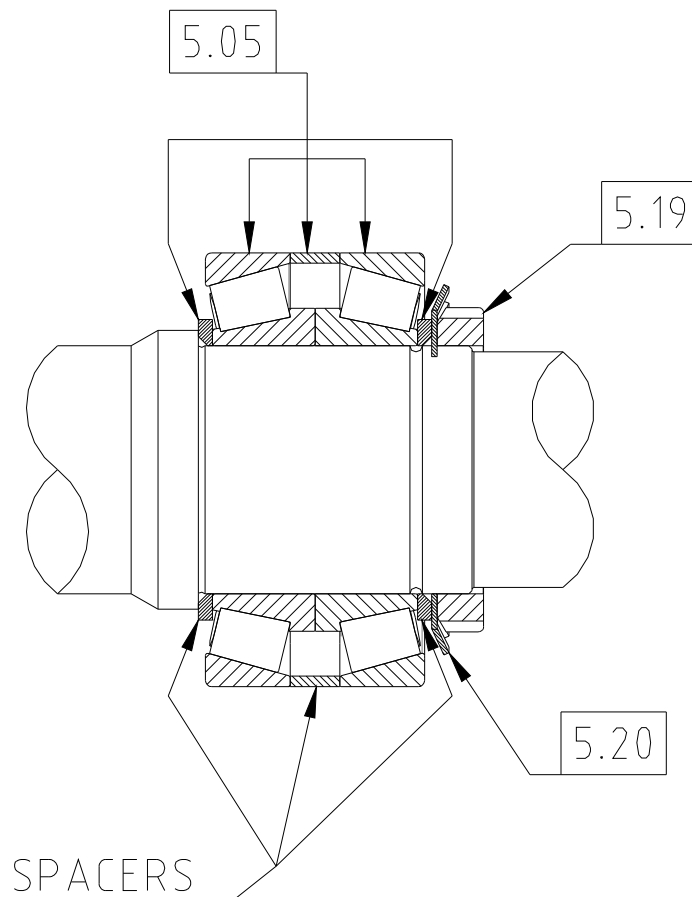

Fig 45 Montage främre lager – CP50
- Montera lagren (5.05) komplett med distanser (5.05) på axlarna (5.01 och 5.02), Se till att alla delar som demonterades i punkten 4.3.3, eller som levererats som ersättning (se fig 45) har rätt placering.